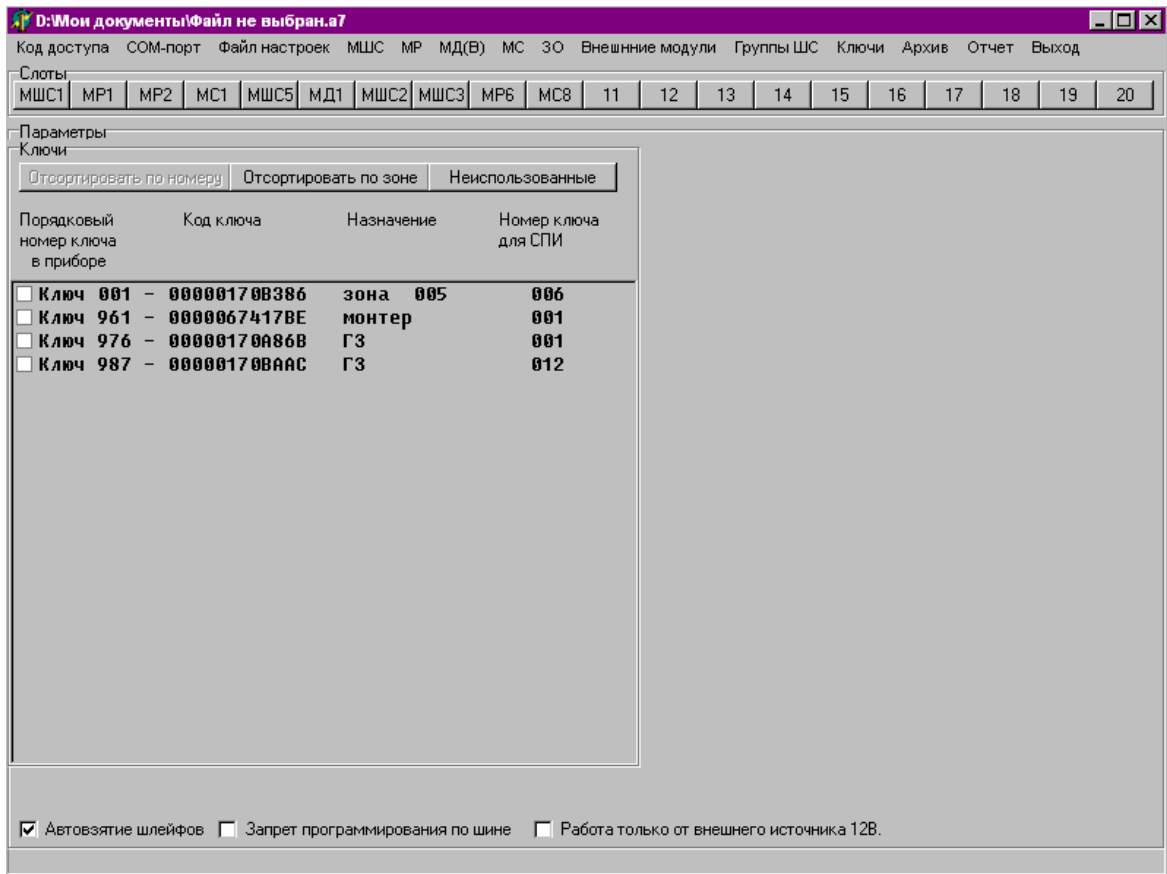

Рис. 24
2.1.6.2 Для редактирования параметров ключей доступа необходимо выбрать команду главного меню «Ключи \ Редактировать». В результате ее выполнения в основном окне программы появляется панель со списком введенных ранее ключей доступа (рисунок 24). По умолчанию ключи в списке отсортированы в порядке возрастания их порядковых номеров в приборе. При необходимости можно произвести сортировку списка ключей по их принадлежности к зонам, либо сформировать список неиспользованных ключей.